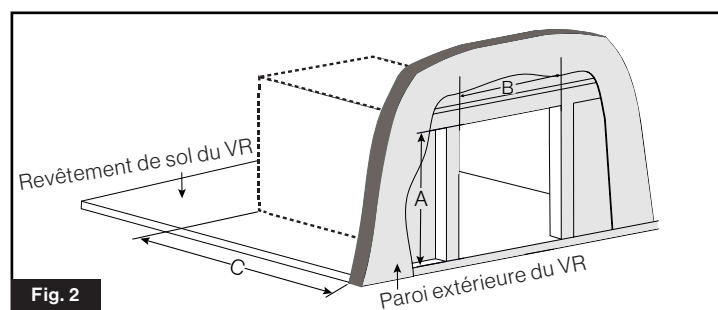

Fig. 2
- Créez une découpe avec les dimensions suivantes A et B de la Fig. 2.
- L'ouverture peut nécessiter un ajustement pour s'adapter aux exigences d'installation de la Fig. 2. Référez-vous aux instructions d'installation de la porte, pour des consignes d'installation supplémentaires, les exigences et les options pour redimensionner l'ouverture. (Fig. 8)
- Repérez le point d'entrée de la plomberie pour l'entretien de l'arrière de l'appareil. Assurez-vous que le point d'entrée ne se trouve pas dans la partie inférieure de l'appareil. (Fig. 2)
2. Repérez le point d'entrée du câblage pour l'entretien de l'arrière de l'appareil. Assurez-vous que le point d'entrée ne se trouve pas dans l'espace au sol de l'appareil (Fig. 2). Assurez-vous que tous les bords sont protégés afin d'éviter l'abrasion du fil.
1. Repérez le point d'entrée de la plomberie pour l'entretien de l'arrière de l'appareil. Assurez-vous que le point d'entrée ne se trouve pas dans la partie inférieure de l'appareil (Fig. 2)